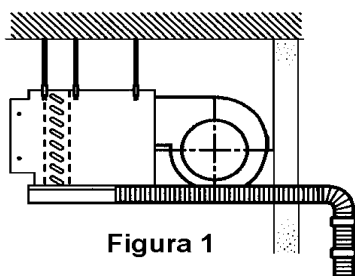

Figura 1
4. Los tubos de refrigerante entre las unidades interior y exterior, así como los tubos de drene, deben ser lo más corto posible. (Ver Figura 1).